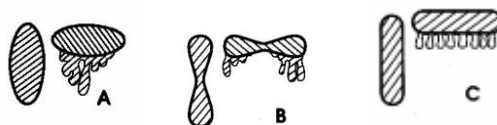

Рис.2 Форма полученного пятна
1.1.10 Форма факела должна соответствовать поз. С (см. рис.2).